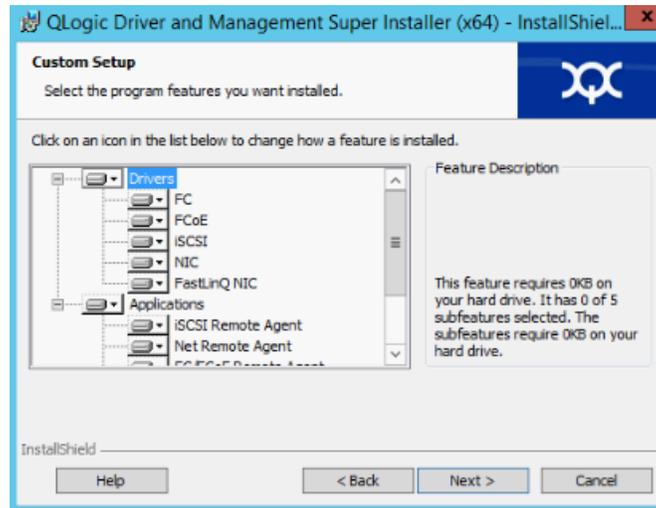

Abbildung 3-5. InstallShield Wizard: Fenster „Custom Setup“ (Benutzerdefinierter Setup)
6. Wenn Sie in **Schritt 5 Custom** (Benutzerdefiniert) ausgewählt haben, schließen Sie das Fenster „Custom Setup“ (Benutzerdefinierter Setup) (**Abbildung 3-5**) wie folgt aus: